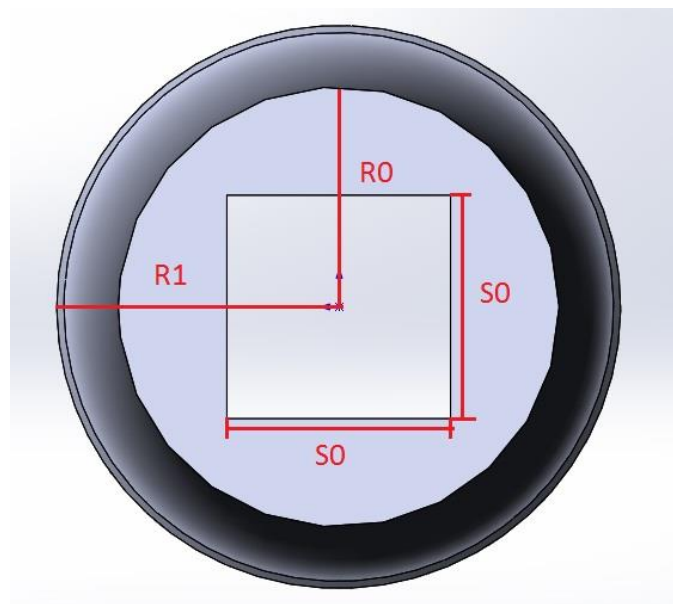

Рисунок 2.2 – Радиус под посадочный квадрат ( $R0$ ), под рабочую область ( $R1$ ), размеры посадочного квадрата ( $S0$ )
- а) размеры торцевой головки радиусы головки и размер посадочного квадрата (рисунок 2.2)